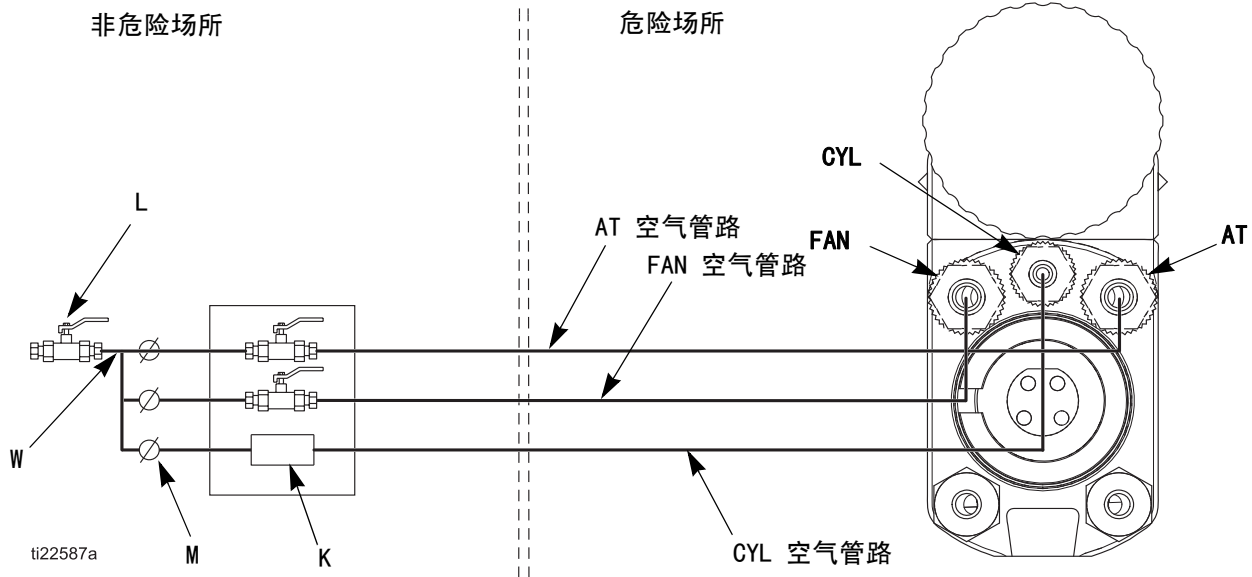

图 11. 空气管路原理图
1. 在主要 (W)、风扇 (FAN) 和雾化 (AT) 空气管路上安装放气型空气阀 (L)，以切断向喷枪的供气。参见图 11。
1. 如图 11 (第 16 页) 所示，连接空气管路。
如图 11（第 16 页）所示，连接空气管路。